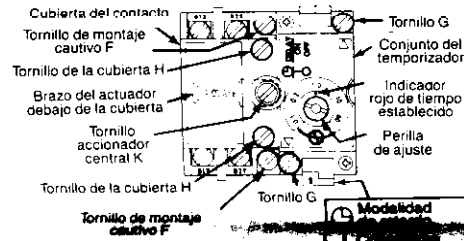

Figura 2
- 1.5 La modalidad de retardo de tiempo se muestra en el extremo inferior del conjunto del temporizador. Figura 2. Si se desea la modalidad contraria, haga la conversión siguiendo los pasos a continuación.